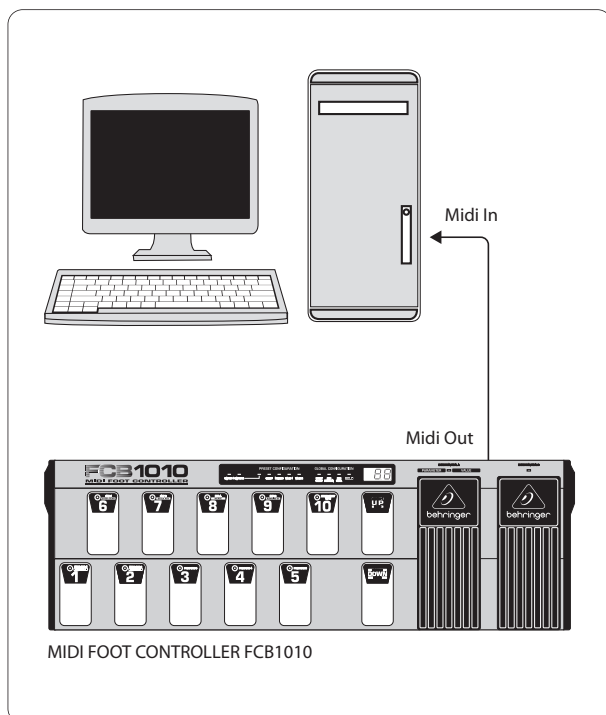

Abb. 2.5: Senden eines SysEx-Dumps
- Verbinden Sie den MIDI OUT des FCB1010 mit dem MIDI IN Ihres Sequenzers/Computers (siehe Abb. 2.5)